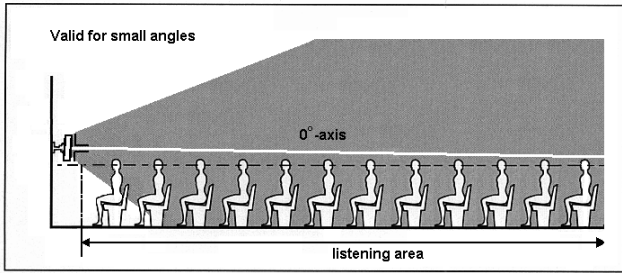
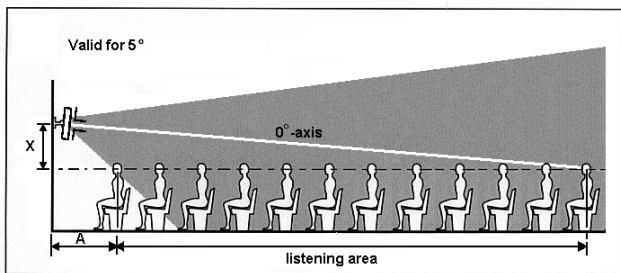

Figure 1 Vue latérale des émissions sonores des haut-parleurs montage mural avec angle faible
Figure 2 Vue latérale des émissions sonores des haut-parleurs montage mural avec angle de 5 degrés
- Déterminez les dimensions de la « zone d'écoute » souhaitée (plan horizontal au niveau des oreilles des auditeurs - voir la ligne en pointillés de la figure 1).
Si vous souhaitez une large zone d'écoute, il est recommandé de choisir un angle d'environ 3 degrés (voir figure 1). Notez que lorsque vous vous éloignez des haut-parleurs, le niveau de pression acoustique baisse, et ce en fonction de la réverbération de la pièce. Pour entendre clairement les sons aigus, l'auditeur doit voir l'ensemble des haut-parleurs.
Pour limiter au maximum la variation du niveau de pression acoustique, il est recommandé de choisir un angle de 5 degrés. Notez que cette technique réduit la taille de la zone d'écoute totale par rapport à la première technique et que l'espace le plus proche des haut-parleurs (« A » dans la figure 2) ne fait pas partie de la zone d'écoute. Le schéma 1 illustre le rapport entre la zone « A » et la hauteur de montage des haut-parleurs lorsque vous installez ces derniers à un angle de 5 degrés.
1. Déterminez les dimensions de la « zone d'écoute » souhaitée (plan horizontal au niveau des oreilles des auditeurs - voir la ligne en pointillés de la figure 1).
2. Mesurez la distance maximale entre les haut-parleurs et l'auditeur le plus éloigné de la zone d'écoute (correspondant à « B » dans les figures 1, 2 et 3).
3. Reportez-vous au schéma 1 et tracez une ligne verticale à partir de la distance maximale indiquée sur l'axe horizontal. À l'intersection de cette ligne avec la diagonale B, reportez-vous horizontalement sur l'axe vertical. La valeur X (hauteur du support de montage des haut-parleurs au-dessus du plan d'écoute représentée par « X » dans la figure 1) se trouve sur cet axe. Les intersections des lignes horizontales avec les autres diagonales indiquent les dimensions de la zone d'écoute. Ces chiffres correspondent aux figures 2 et 3 (voir également l'exemple ci-dessous).
4. La figure 2 indique la forme de l'octave d'1 kHz émise par les haut-parleurs et la figure 3 montre l'émission de la forme de l'octave de 4 kHz. La zone d'écoute offrant des performances acoustiques optimales se situe entre ces formes. Vérifiez que la forme de 4 kHz, qui tire ses dimensions du schéma 1, couvre de manière appropriée la zone d'écoute souhaitée.